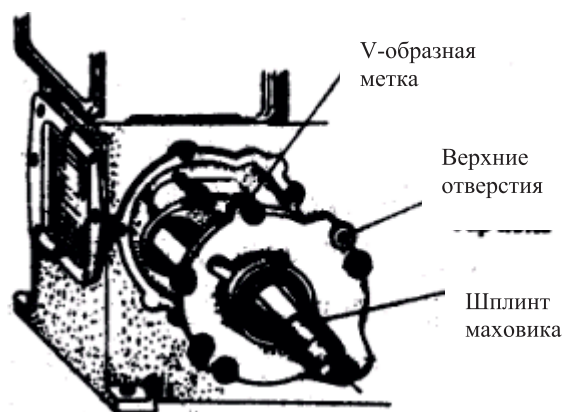

Рис. 27 Демонтаж коленчатого вала
- (5) Извлеките корпус коренного подшипника и коленчатый вал из блока цилиндров, одновременно вворачивая два болта (М8 х 35) в винтовые отверстия на корпусе, как показано на рис. 27.